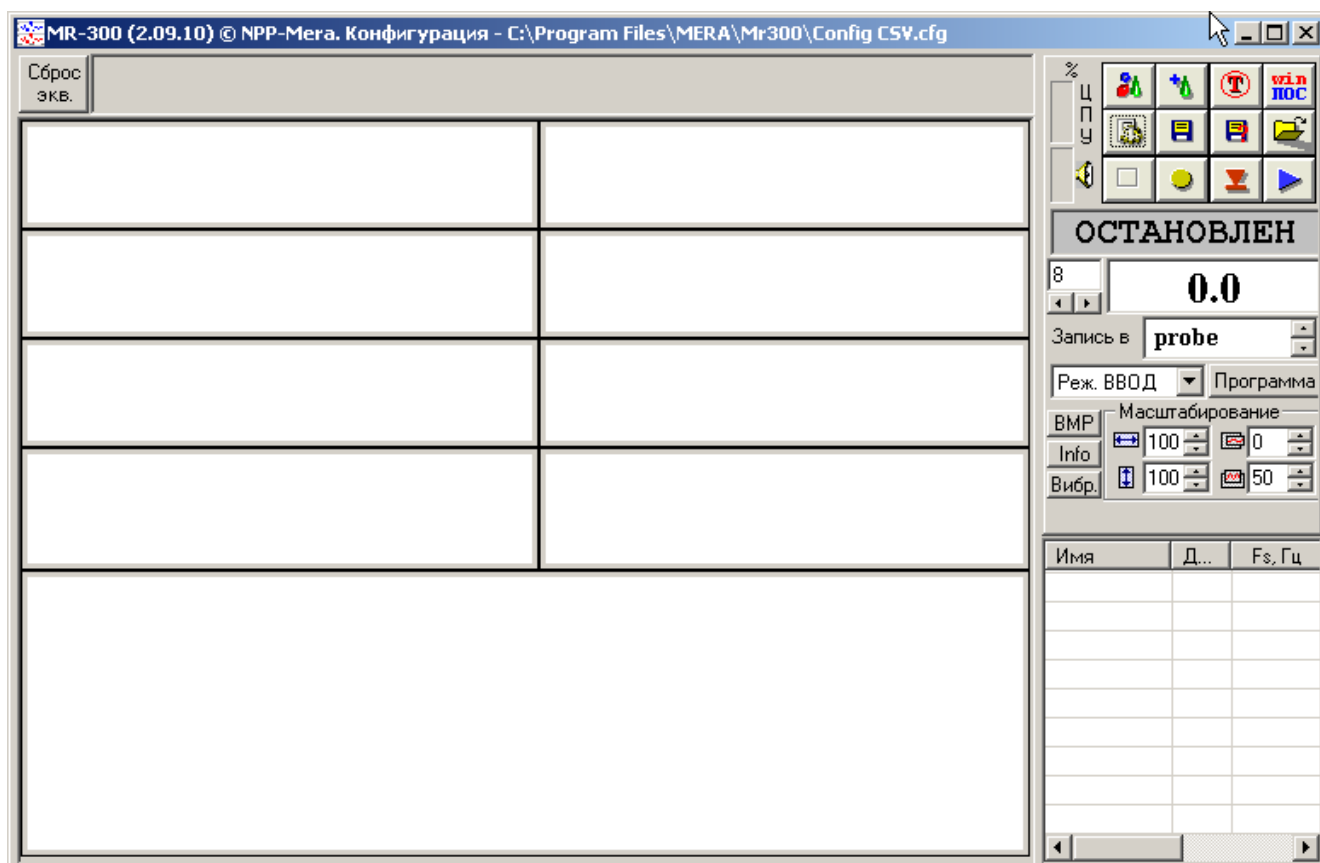
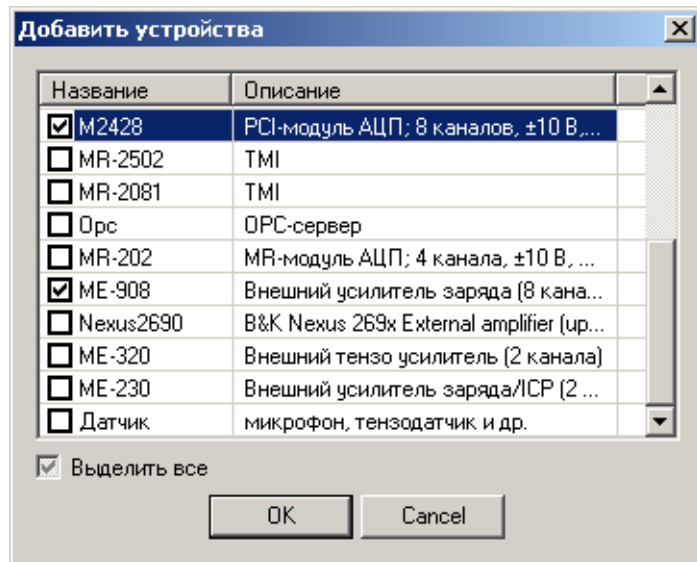
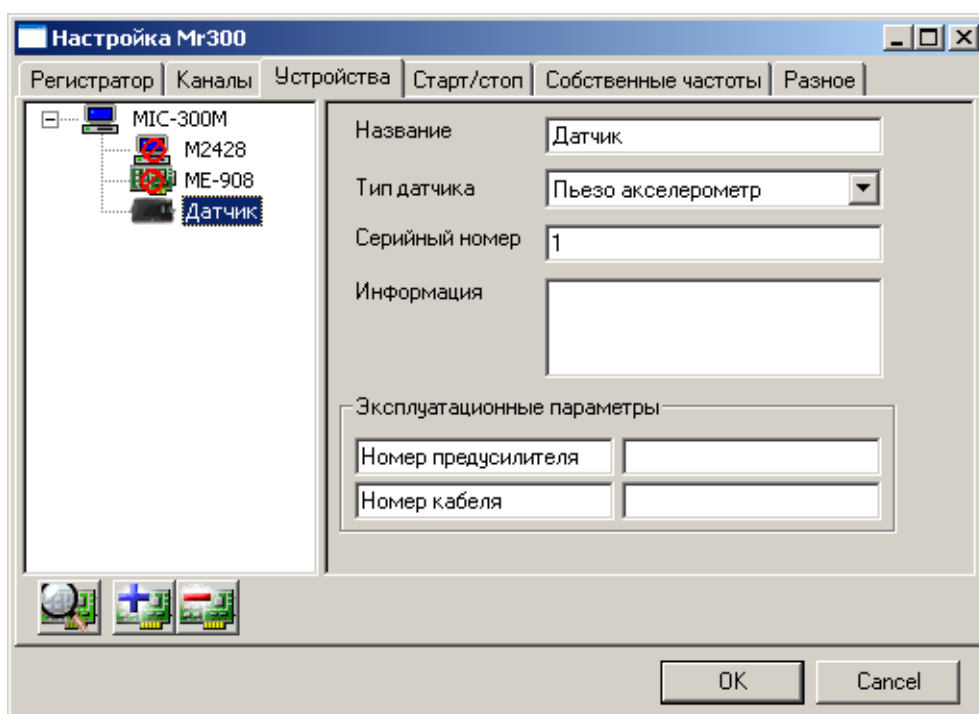
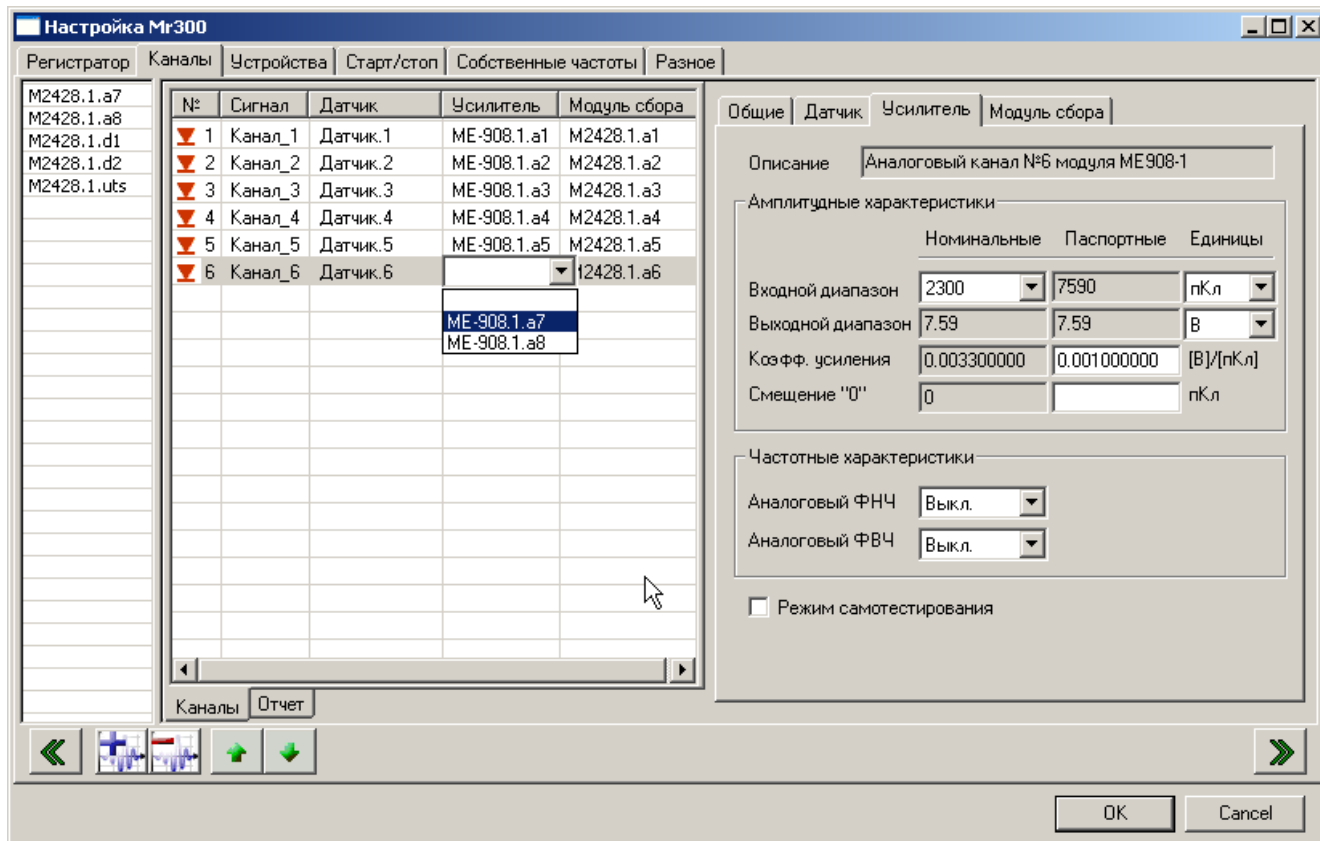

Рисунок 17-Главное окно программы «MR-300»
Рисунок 18-Окно «Добавить устройства»
Рисунок 19-Окно «Настройка MR-300». Вкладка «Устройства»
Рисунок 20-Окно «Настройка MR-300». Вкладка «Каналы»
2.3.5.2 Включить питание модулей, ИВК МІС и после загрузки операционной системы (Microsoft Windows 98/2000/XP) запустить на выполнение программу «MR-300». В результате на экран будет выведено главное окно программы, показанное на рисунке 17. В главном окне программы нажать кнопку  - «Настройка регистратора» или нажать клавишу F5 на клавиатуре. На экран будет выведено окно «Настройка MR-300», в котором необходимо открыть вкладку «Устройства», как показано на рисунке 19. Нажать кнопку  (автопоиск устройств). В результате выполнения автопоиска на экран будет выведено окно «Добавить устройства» со списком найденных устройств, в котором необходимо установить метки перед строками с названиями модулей усилителей заряда и управляющих измерительных модулей, подключенных к ним, как показано на рисунке 18 на примере модулей ME-908 и M2428, после чего нажать кнопку «ОК». В результате на вкладке «Устройства» окна «Настройка MR-300» слева в списке устройств будут отображены добавленные устройства, как показано на рисунке 19. Нажать кнопку  и, в открывшемся окне «Добавить устройства», (см. рисунок 18) установить метку перед строкой «Датчик», после чего нажать кнопку «ОК». В результате на вкладке «Устройства» окна «Настройка MR-300» в список устройств будет добавлена строка «Датчик». Выбрать в списке устройств строку «Датчик» (см. рисунок 19), затем на панели свойств, расположенной справа, в поле «Тип датчика» выбрать «Пьезо акселерометр» и при необходимости изменить в соответствующих полях название датчика, серийный номер (допускается вводить только цифры). Добавить необходимое (по числу каналов) количество датчиков, повторив действия, описанные выше. Выбрать вкладку «Каналы», затем в списке доступных каналов в левой части окна (см. рисунок 20) выбрать канал (аналогового ввода) измерительного модуля. Примечание: для отображения списка доступных каналов может потребоваться нажать кнопку  в левом нижнем углу окна. Нажать кнопку , в результате в таблицу «Каналы» будет добавлена новая строка с выбранным каналом измерительного модуля в ячейке «Модуль сбора». Выполнить двойной щелчок в ячейке «Усилитель» (см. рисунок 20) канала и выбрать из выпадающего списка соответствующий канал модуля усилителя заряда (соответствие каналов измерительного модуля и модуля усилителя заряда определяется схемой соединительного кабеля). Выполнить двойной щелчок в ячейке «Датчик» (см. рисунок 20) канала и выбрать соответствующий датчик из выпадающего списка. Повторить действия, описанные выше, для всех каналов в таблице. На панели свойств каналов в правой части окна, автоматически будут добавлены вкладки «Модуль сбора», «Усилитель», «Датчик»
(см. рисунок 20). Примечание: для отображения панели свойств каналов может потребоваться нажать кнопку  в правом нижнем углу окна. На вкладке «Общие» панели свойств каналов (см. рисунок 20) выводятся наиболее важные параметры, требуемые для оперативной настройки канала, выбранного в таблице, а на вкладках «Датчик», «Усилитель» и «Модуль сбора» - все доступные пользователю параметры настройки соответствующих каналов модулей и датчиков. Настройка каналов модулей сводится к выбору или вводу требуемых значений в соответствующих полях. После завершения настройки необходимо нажать кнопку «ОК» в нижней части окна «Настройка MR-300».
2.3.5.3 Для каждого канала необходимо на вкладке «Усилитель» панели свойств (см. рисунок 20) из выпадающего списка поля «Входной диапазон» «Номинальные» выбрать значение входного диапазона, которое было установлено переключателями при настройке модуля (см. п.2.3.4.1), при этом в поле «Паспортные» будет автоматически выведено соответствующее калибровочное значение из файла с текущими калибровками, а в поле «Выходной диапазон» - расчетное амплитудное значение выходного сигнала.
2.3.6.3 В главном окне программы (см. рисунок 17) нажать кнопку  - «Тестирование средств измерения». На экран будет выведено окно «Диалог самотестирования», показанное на
2.3.6.4 В главном окне программы (см. рисунок 17) нажать кнопку «Настройка регистратора» или нажать клавишу F5 на клавиатуре. На экран будет выведено окно «Настройка MR-300», в котором необходимо открыть вкладку «Каналы» (см. рисунок 20). Выделить в таблице любой канал, после чего на панели свойств открыть вкладку «Усилитель» и установить метку перед строкой «Режим самотестирования». Индикатор «ТЕСТ» соответствующего модуля должен включиться. Нажать кнопку «ОК» для закрытия окна. В главном окне нажать кнопку «Просмотр» или клавишу F6 для активизации режима просмотра. На осциллограммах должны быть сигналы, повторяющие форму сигнала «АТЕСТ», при этом амплитуда входных зарядов должна соответствовать следующему выражению: $Q(\text{пКл})=100(\text{пКл/В}) \times U_{\text{сиг}}(\text{В})$, где $U_{\text{сиг}}$ -амплитуда напряжения сигнала «АТЕСТ». По завершению проверки режим самотестирования следует выключить, сняв метку перед строкой «Режим самотестирования», при этом индикатор «Тест» модуля должен выключиться.
2.3.6.5 В главном окне программы (см. рисунок 17) нажать кнопку  - «Просмотр» или клавишу F6 для активизации режима просмотра. Произвести легкое постукивание по корпусам датчиков. Наличие сигналов на осциллограммах во время постукивания свидетельствует о работоспособности датчиков и соответствующих каналов модулей усилителей заряда и измерительного модуля.